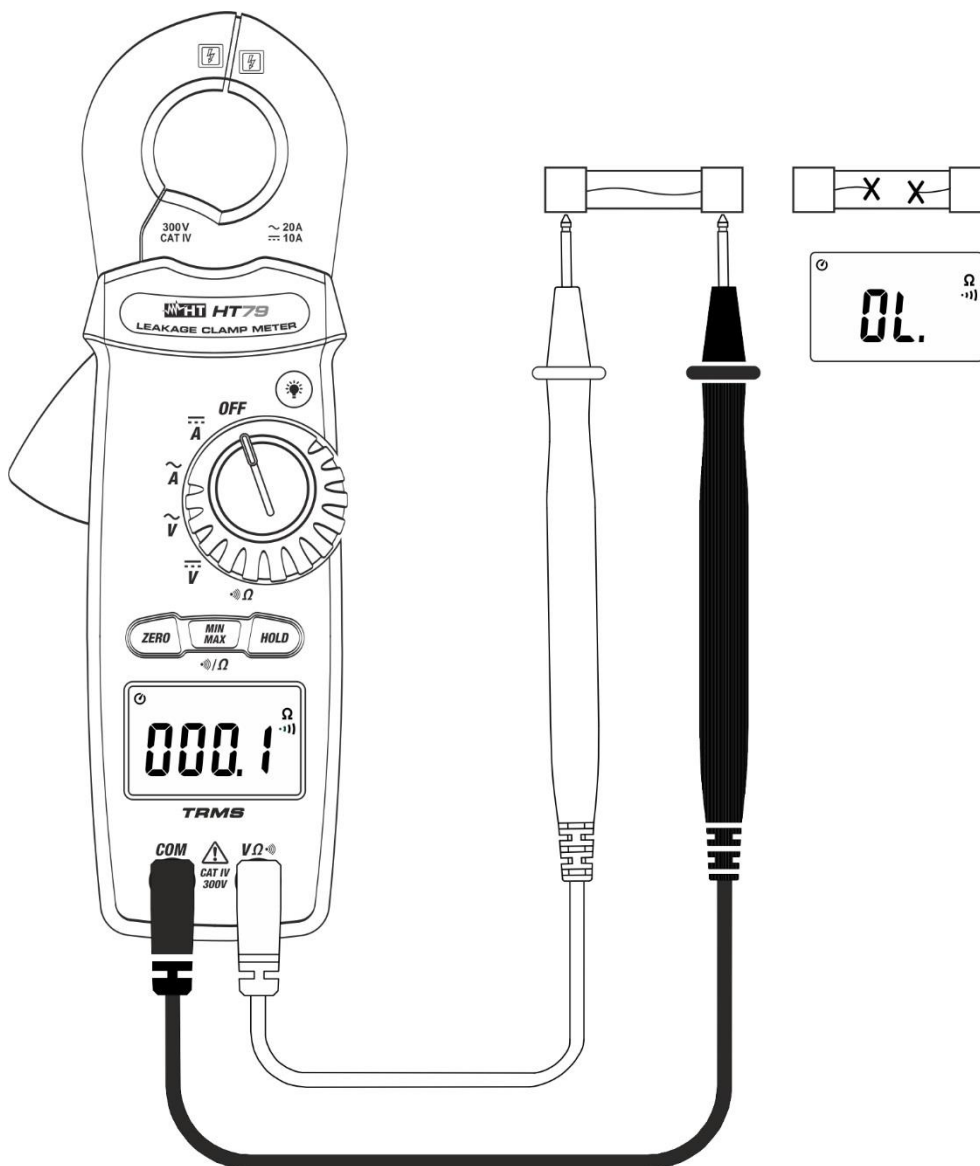

Fig. 7: Uso do instrumento para efetuar o Teste de continuidade
3. Inserir o cabo vermelho no terminal de entrada **VΩ** e o cabo preto no terminal de entrada **COM** e efetuar o teste de continuidade sobre o objeto em teste (ver Fig. 7). O indicador sonoro emite um sinal acústico quando o valor da resistência medida é inferior a cerca de 100Ω